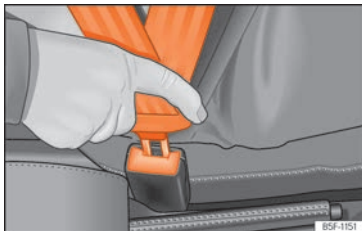

Fig. 10 Insertar la lengüeta del cinturón de seguridad en su cierre.
- Encastre la lengüeta en el cierre del asiento correspondiente » » » **fig. 10**.